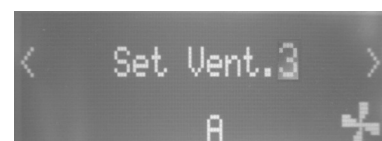

Fig. 8 - Écran
**Vit.Echangeur 3** - (UNIQUEMENT POUR POÊLES AVEC CANALISATION) cette fonction permet de sélectionner la vitesse souhaitée pour les ventilateurs CONDUITS D'AÉRATION de 1 à 5 ou A. A signifie automatique, la ventilation suit la puissance, configuration conseillée (voir **Fig. 8**).